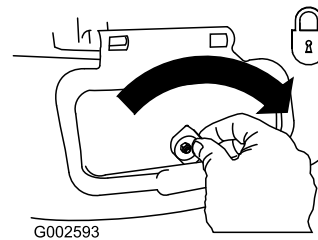

**Figure 39**
3. Montez l'éjecteur latéral et rabattez le volet sur l'éjecteur (Figure 39).